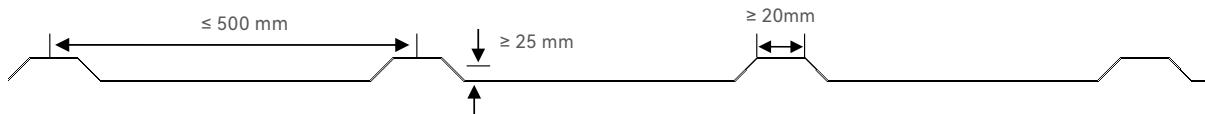

Figura 1
- Seleção da telha metálica: recomenda-se escolher a telha metálica com um espaçamento entre cristas inferior a 500 mm, uma altura de crista de 25 mm e uma largura de crista superior a 20 mm. (conforme mostra a Figura 1)